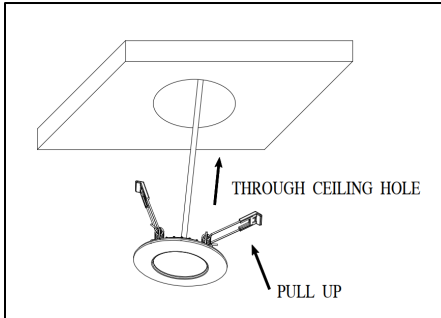

Figure 22
7. Tirez la pince à ressort du module de garniture vers le haut et à travers le trou du plafond et placez le module dans le trou en vous assurant que les pinces à ressort tiennent fermement. (Figure 22).